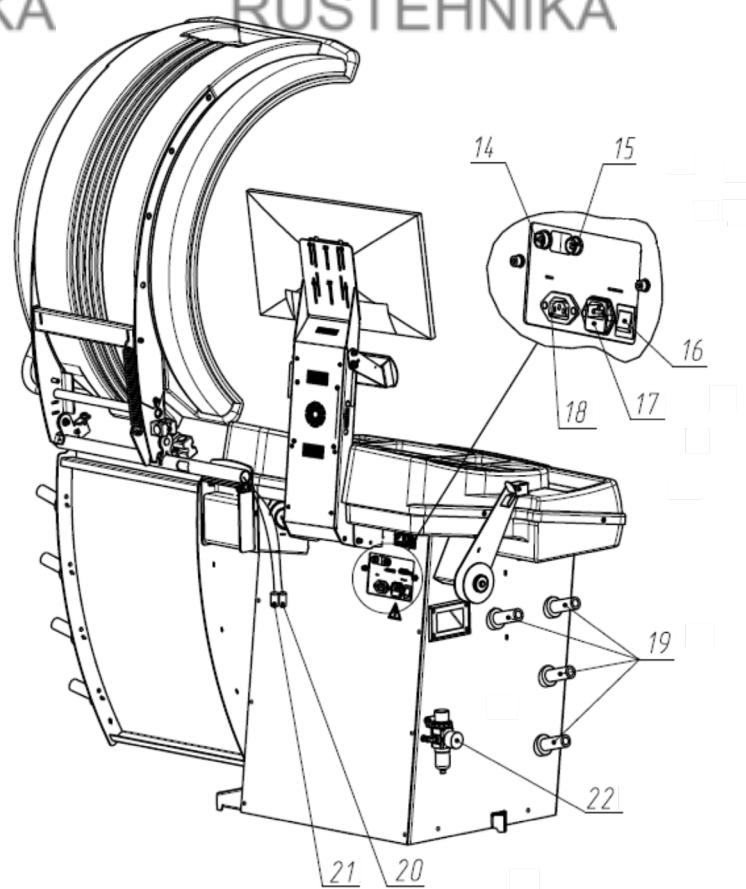

Рисунок 4.1
4.2.5 Подключить вилку УЗ датчика (22) к гнезду для подключения (15) (использовать соответствующую цветовую маркировку гнезда и вилки, рисунок 4.1).
4.2.9 Подключить шнур сетевой к разъему, расположенному на задней панели корпуса станка (рисунок 4.1), и к питающей сети, оборудованной розеткой с контактом заземления.
*① Подключение станка и монитора к розетке без контакта заземления опасно для персонала и может привести к неточным измерениям и к поломке станка!*